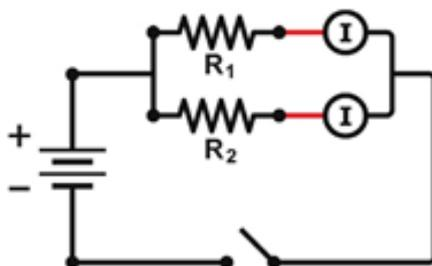

Figura 5.6: Circuito em paralelo.
- Ligue a fonte e regule a tensão para 3,0V. Meça o valor da corrente no circuito (I). As correntes medidas são as correntes entrando e saindo dos resistores. Anote estes valores na linha 1 da Tabela 5.3.
- Monte o circuito da Figura 5.6. Use um resistor de  $33\ \Omega$  como  $R_1$  e um resistor de  $100\ \Omega$  como  $R_2$ .